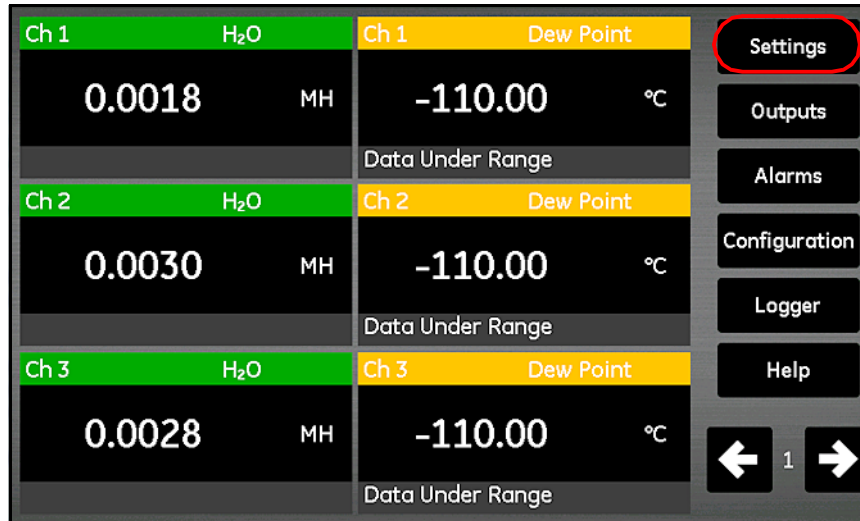

Figure 86: Touche Réglages sur l'écran principal
4. À l'écran principal, touchez **Réglages** (voir *Figure 86* ci-dessous).